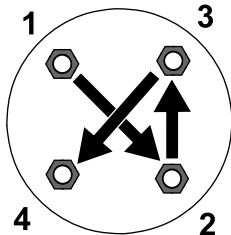

Figure 5
2. Serrez les écrous de roue (en croix, comme montré à la Figure 5) à un couple de 108 à 122 N·m.